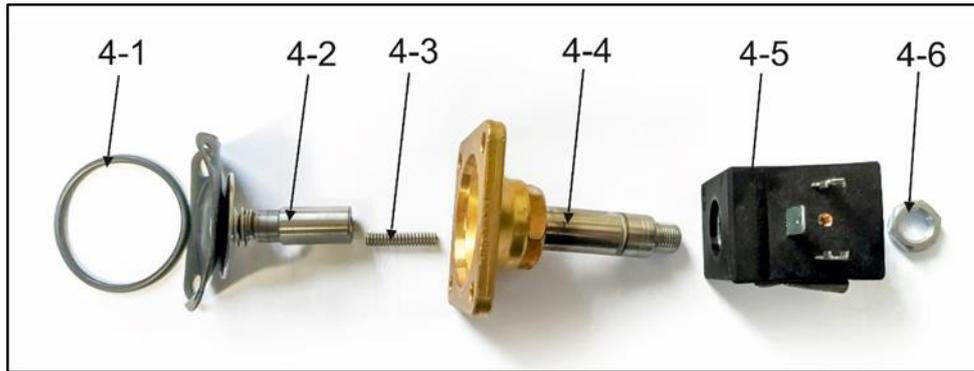

Abb. 27: Zusammenbau eines Magnetventils
- Lösen Sie die eine Schraube von der Ventilverbindung (1).
- Trennen Sie die Ventilverbindung (1).
- Lösen Sie die 4 Schrauben (2).
- Entfernen Sie das Magnetventil (3).
- Installieren Sie das Magnetventil (Abb. 27).
- Installieren Sie das neue Magnetventil mithilfe der 4 Schrauben (2) und verwenden Sie eine Schraubensicherung an den Schraubengewinden (z. B. Loctite 243).